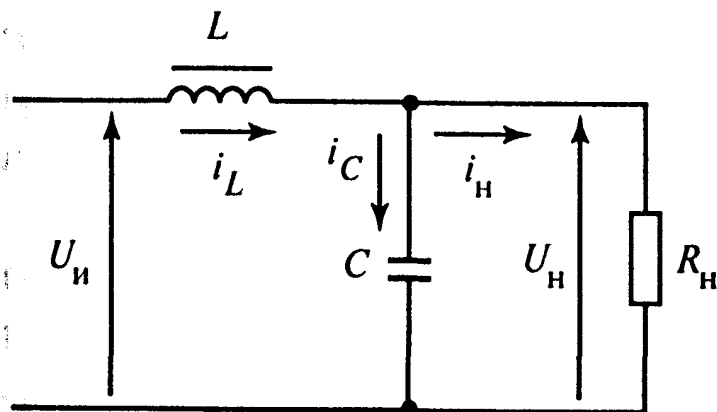

Рис.4
8. На выходе автономного инвертора напряжения поставлен LC -фильтр (рис.4). Определить: а) параметры LC -фильтра, если $R_H = 100$ Ом, $\rho = R_H$, $f_H = 50$ Гц; б) коэффициент передачи основной гармоники $K_{\phi(1)}$ и коэффициенты передачи третьей $K_{\phi(3)}$ и пятой $K_{\phi(5)}$ гармоник.